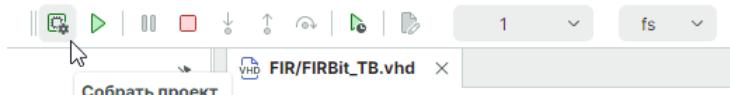

Рис. 20 Расположение кнопки «Собрать проект»
2. На панели инструментов «HDL моделирование» нажмите кнопку «Собрать проект», см. Рис. 20.